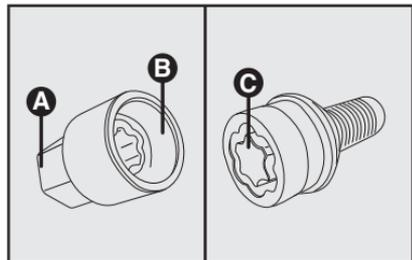

fig. 5
- Saque de la bolsa portaherramientas (o en local opcional en el vehículo) la llave específica **fig. 5**, que desbloquea el mecanismo antirrobo.
- Se debe realizar el desbloqueo de la rueda encajando la extremidad **B** de la llave **fig. 5** en el encaje **C** del tornillo especial de sujeción de la rueda. En la extremidad **A** se debe encajar la llave de rueda suministrada con el vehículo.